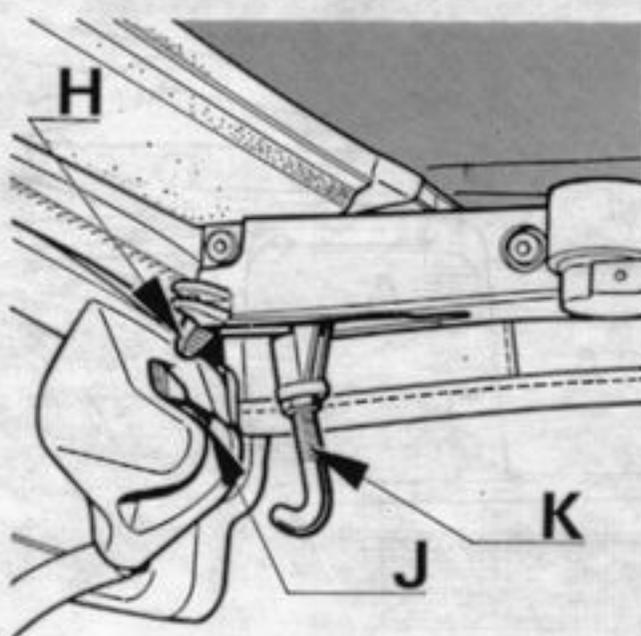
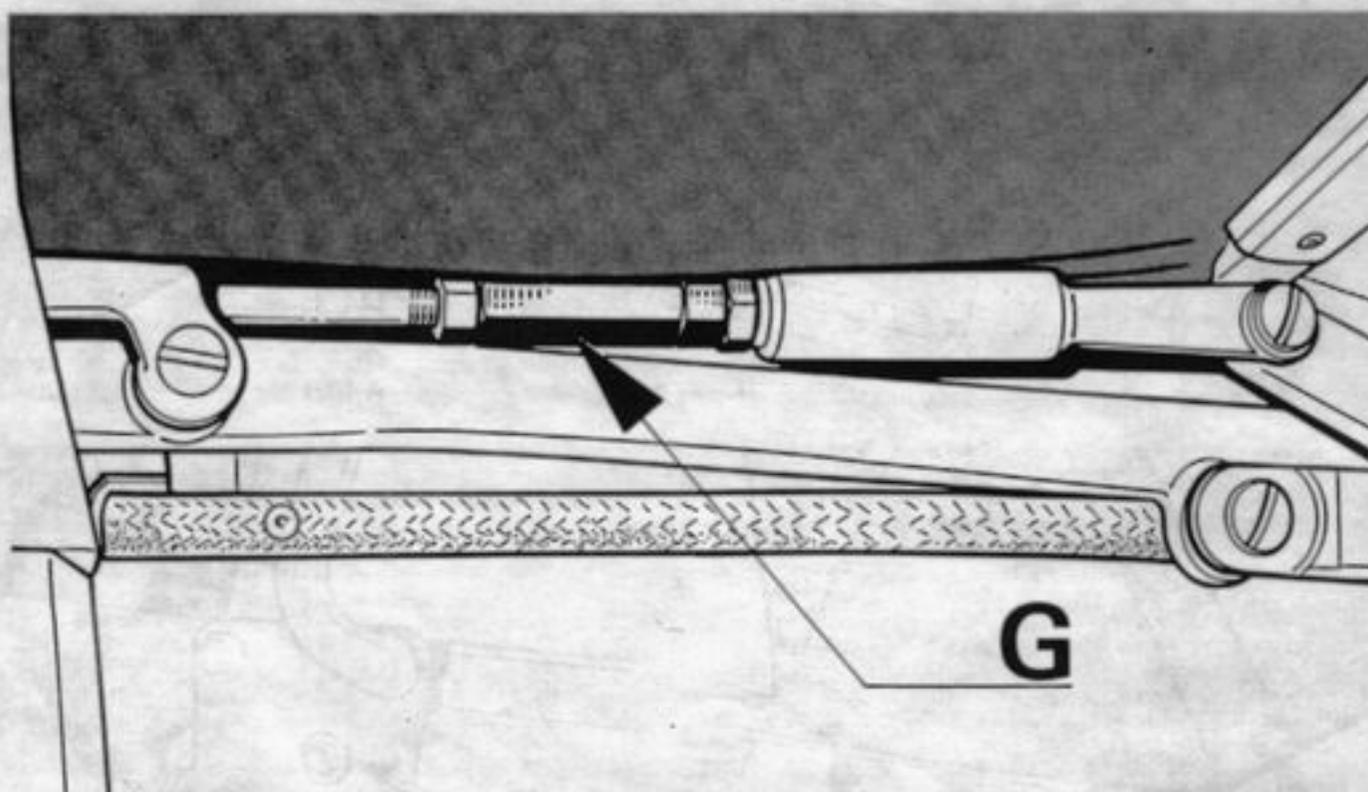

Figure 6
Figure 7
- Ramener l'ensemble de capote vers l'AV sans verrouiller la fermeture, (figure 6)
- Agir sur l'un des tendeurs latéraux (G, figure 7), pour ajuster le centrage de la capote, puis en agissant simultanément sur les deux tendeurs, régler la position des doigts de verrouillage AV (H) de telle sorte qu'ils coïncident avec le centre des gaches (J, figure 6)
- Important : l'effort exercé sur la poignée ne devra être ni trop faible, ni trop fort, si nécessaire, régler le verrou (K, figure 6)